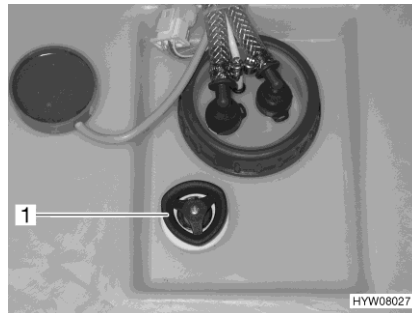

Bild 128 Drehgriff (Wassertank)
- Auf dem Wassertank den Drehgriff (Bild 128,1) im Uhrzeigersinn bis zum Anschlag drehen.
- Auf dem Wassertank den Drehgriff (Bild 128,1) entgegen dem Uhrzeigersinn bis zur ersten Raste drehen. Das Wasser läuft bis auf ca. 20 Liter aus.
- Auf dem Wassertank den Drehgriff (Bild 128,1) entgegen dem Uhrzeigersinn über den Widerstand hinaus bis zum Anschlag drehen, um die Ablauföffnung vollständig zu öffnen.